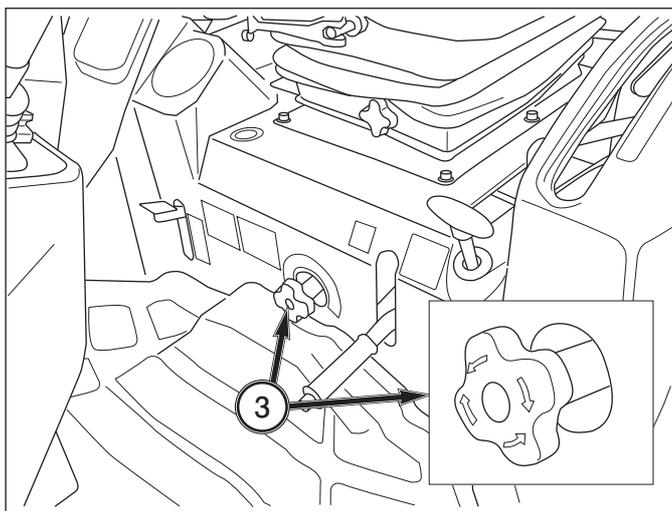

FIG. 5-23
**FIG. 5-23:** Vitesse d'abaissement – La molette, 3, commande le taux de décharge du fluide hydraulique et donc la vitesse d'abaissement du crochet d'attelage et de l'équipement. Tournez la molette dans le sens horaire pour réduire la vitesse et dans le sens antihoraire pour augmenter la vitesse d'abaissement. En tournant la molette complètement dans le sens horaire, l'équipement est bloqué en position levée.